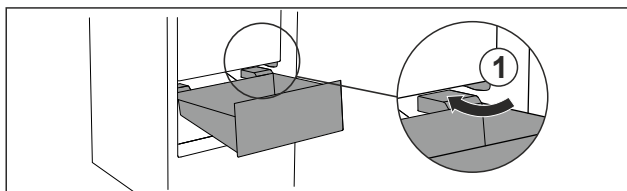

Fig. 37
- ▶ Poprowadzić szufladę ukośnie wokół stoperów Fig. 37 (1).